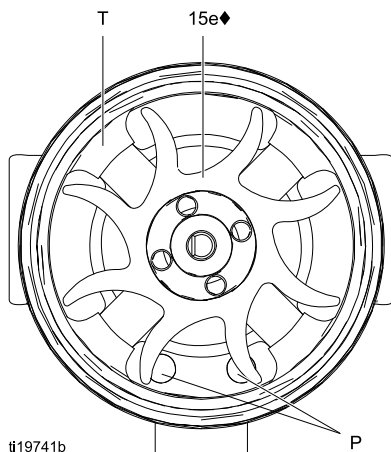
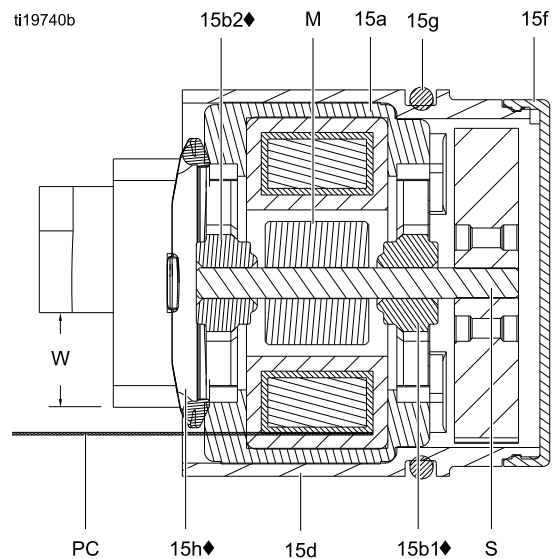

Figure 34 Richting van de ventilator
Figure 35 Doorsnede dynamo
12. Leg de spoelconstructie (15a) op een werkbank en houd deze vast met het ventilatoruiteinde omhoog. Druk de ventilator (15e♦) op het lange deel van de as (S). De ventilatorbladen moeten gericht zijn zoals afgebeeld.
13. Druk de spoelconstructie (15a) voorzichtig in de voorkant van de behuizing (15d♦). De driedraadsconnector (PC) moet zich onder de bredere inkeping (W) van de behuizingslipjes bevinden, zoals getoond in Fig. 35. Zorg dat de uitrichtpennen van de spoel (P) zijn gepositioneerd zoals getoond in Fig. 34.
14. Draai de ventilator (15e) zodat de ventilatorbladen de vier lagerlipjes (T) aan de achterkant van de behuizing vrijmaken. Zorg dat de bladen van de onderste lager (15b1♦) op één lijn zijn met de lipjes.